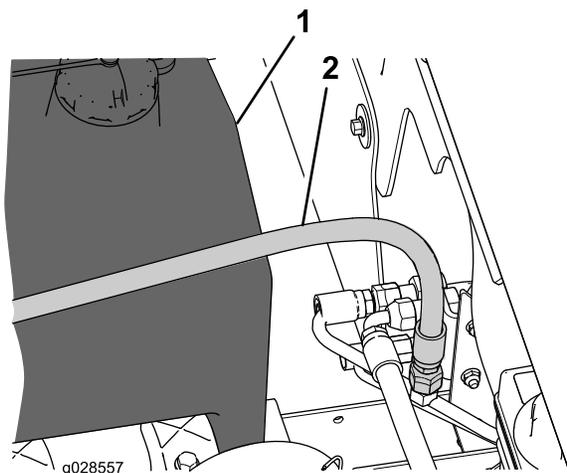

図 9
6. 油圧オイルタンクの隣にある油圧チューブについているT字フィッティングからキャップを外す 図 9。